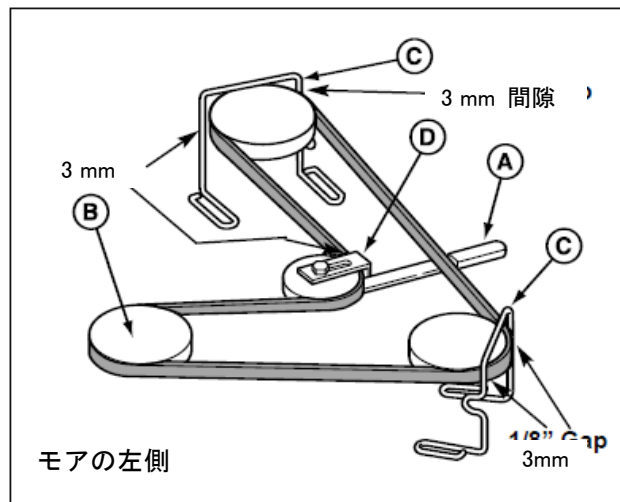

図 49 38”モアデッキ モアベルトの取り回し
3. ベルト張力を軽減するために、アイドルアーム(図 49 の A) を押してください。PTO (電磁クラッチ) プーリーから、ベルトを外してください。